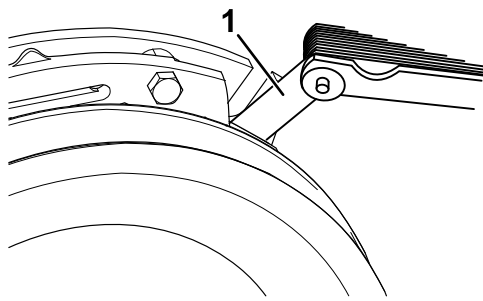
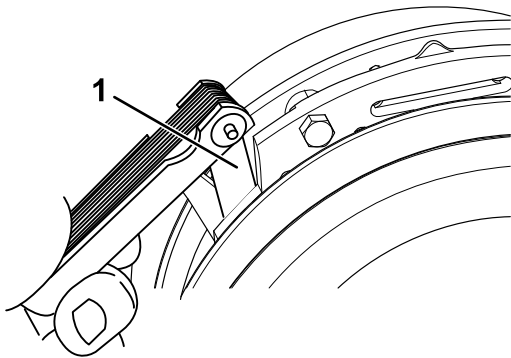

図 65
図 66
- E. 厚さ 0.25 mm のすき間ゲージで、図 65 と図 66 に示すようにブレーキポールの両側でロータとアーマチャ面との間に隙間があることを確認する。